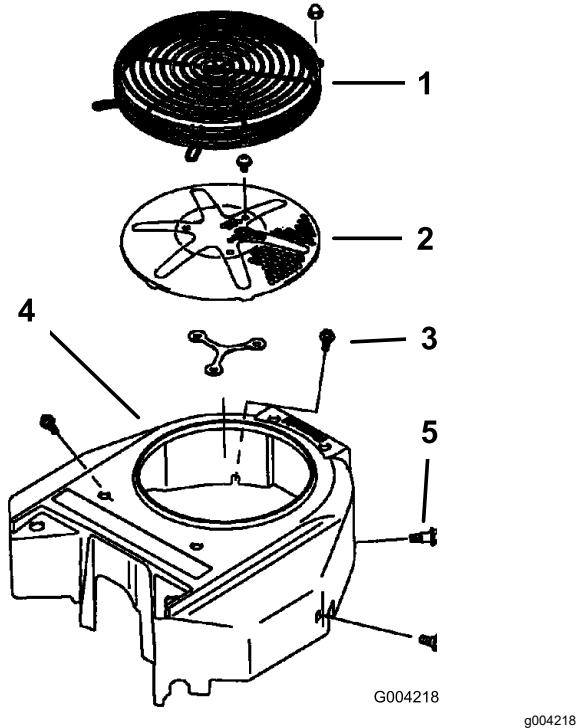

Figure 85
3. Déposez la grille d'entrée d'air, le lanceur et le carter du ventilateur (Figure 85).
5. Remettez la grille d'entrée d'air, le lanceur et le carter du ventilateur (Figure 85).